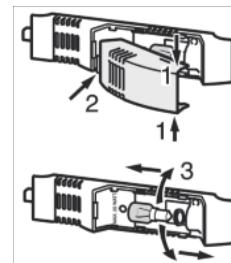

Fig. 16
- Возьмитесь за крышку лампы сверху и снизу Fig. 16 (1).
- Выведите крышку лампы сзади из зацепления и снимите Fig. 16 (2).
- Замените лампу Fig. 16 (3).